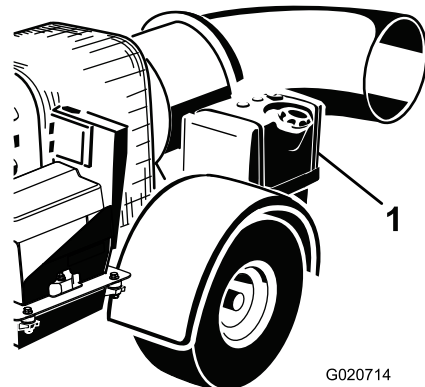

Figura 9
2. Limpie la zona alrededor del tapón del depósito de combustible y retire el tapón (Figura 9).